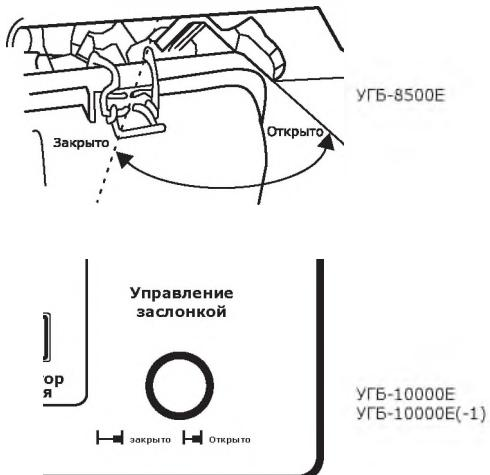

рис. 8
• Поставьте рычаг привода воздушной заслонки (рис. 8) в следующее положение: